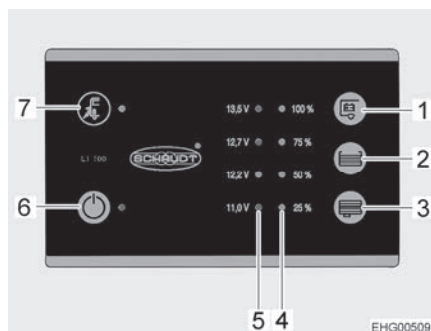

Bild 100 Panel (LT 100)
Den gula lysdioden lyser vid symbolen nätanslutning "⚡" (Bild 100,7) när fordonet är anslutet till en extern nätanslutning. Lysdioden lyser då också med avstängd panel.
- Av säkerhetsskäl går det inte att koppla till huvudbrytaren 12 V (Bild 100,6) så länge motorn är igång. Därmed kan man inte manövrera panelen under färd.
Med huvudbrytaren 12 V (Bild 100,6) kopplas panelen och bodelens 12 V-försörjning till eller från.
- Tryck på knappen "⏻" (Bild 100,6): 12 V-försörjningen för bodelen är påslagen. Lysdioden lyser grönt.
- Tryck på knappen "⏻" (Bild 100,6) på nytt: 12 V-försörjningen för bodelen är avstängd. Lysdioden släcks.
Lysdiodskalan (Bild 100,5) visar batterispänningen för bodelsbatteriet enligt följande:
- Tryck ner knapp "🔌" (Bild 100,1): Bodelsbatteriets spänning visas.
Lysdiodskalan (Bild 100,4) visar fyllnivån i färskvattentanken eller avloppstanken.
Tryck ner knapp "F" (Bild 100,2): Färskvattentankens fyllnadsnivå visas med hjälp av lysdiod.
Tryck ner knapp "A" (Bild 100,3): Avloppstankens fyllnadsnivå visas med hjälp av lysdiod.